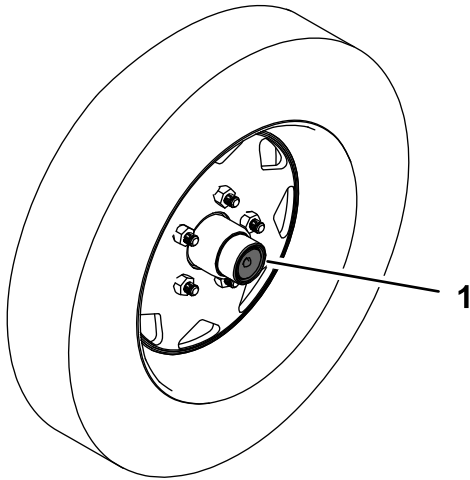
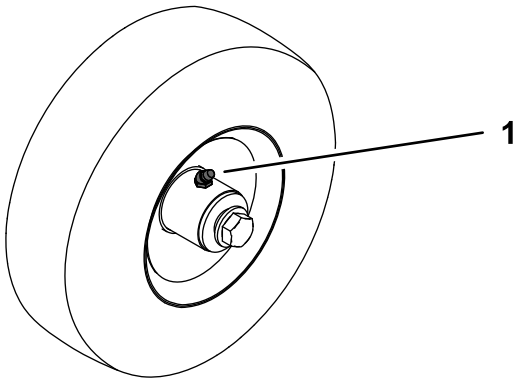

Figure 20
Figure 21
1. Retire los tapones de goma del eje (Figure 20).
2. Conecte una pistola de engrasar a los engrasadores y bombee grasa en los engrasadores del eje (Figure 20) y de las ruedas giratorias (Figure 21) hasta que empiece a rezumar grasa de los cojinetes.
3. Instale los tapones de goma (Figure 20).